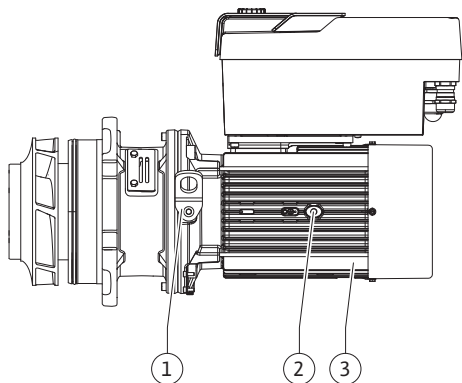

Fig. 102: Insteekset
13. Leid de insteekset (zie Fig. 102) in het pomphuis in de oude of in een andere gewenste hoekpositie. Neem daarbij de toegestane inbouwposities van de componenten in acht (zie het hoofdstuk „Toegestane inbouwposities en wijziging van de componentenopstelling vóór de installatie” [► 374]).
14. Het gebruik van de montagebouten wordt aanbevolen (zie het hoofdstuk „Toebehoren” [► 369]). Na het voelbare vastgrijpen van de lantaarnstukgeleiding (ca. 15 mm voor de eindpositie) bestaat geen gevaar meer voor omvallen of kantelen. Nadat de insteekset met minstens 1 schroef (Fig. I/III, pos. 10 of Fig. III, pos. 29) is geborgd, kunnen de bevestigingsmiddelen van de transportogen worden verwijderd.
15. Draai de schroeven (Fig. I/III, pos. 10 of Fig. III, pos. 29) erin, maar draai ze nog niet definitief vast. Bij het indraaien van de schroeven wordt de insteekset in het pomphuis getrokken.